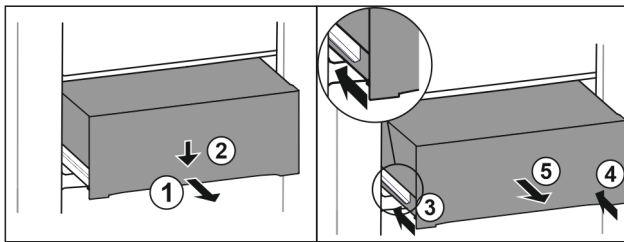

Fig. 94
- ▶ Izvucite ladicu na pola. Fig. 94 (1)
- ▶ Pritisnite ladicu naprijed prema dolje. Fig. 94 (2)
- ▶ Gurnite lijevu vodilicu za oko 2 cm. Fig. 94 (3)
- ▶ Gurnite desnu vodilicu za oko 2 cm. Fig. 94 (4)
- ▶ Izvadite ladicu prema naprijed. Fig. 94 (5)